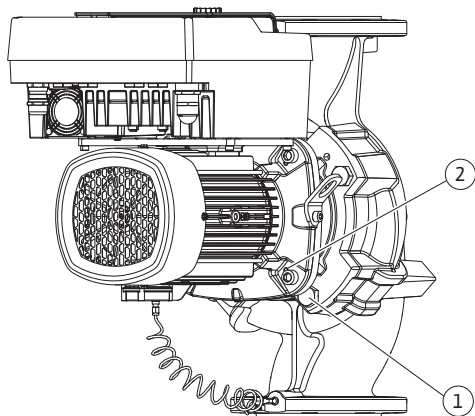

Fig. 10: Estrazione del set di innesto tramite fori filettati
5. Estrarre il set di innesto (vedi Fig. 4) dal corpo pompa. Utilizzare a tale scopo due fori filettati (vedi Fig. 10). Per allentare la sede, avvitare le viti M10 di lunghezza adeguata nei fori filettati.
5. Allentare la lamiera di sostegno del trasduttore differenza di pressione (Fig. I, pos. 13) dalla flangia motore, allentando la vite (Fig. I e Fig. III, pos. 10). Lasciar appeso il trasduttore differenza di pressione (Fig. I, pos. 8) con la lamiera di sostegno (Fig. I, pos. 13) ai tubi di misurazione della pressione (Fig. I, pos. 7). Staccare il cavo di collegamento del trasduttore differenza di pressione nel modulo elettronico.
6. Estrarre il set di innesto (vedi Fig. 4) dal corpo pompa. A tal fine, utilizzare i due fori filettati (vedi Fig. 10). Per allentare la sede, avvitare le viti M10 di lunghezza adeguata nei fori filettati.
8. Allentare le due viti trattenute sulla lamiera di protezione (Fig. I, pos. 27) e rimuovere la lamiera di protezione.
9. Introdurre nella finestra della lanterna una chiave fissa con apertura da 18, 22 o 27 mm e tenere fermo l'albero sulle superfici piane della chiave (Fig. I, pos. 16). Svitare il dado della girante (Fig. I, pos. 22). La girante (Fig. I/III, pos. 21) viene estratta automaticamente dall'albero. Utilizzare un estraattore per le giranti in ghisa.
10. Allentare le viti (Fig. II, pos. 10 b) o (Fig. III, pos. 10 a), a seconda del tipo di pompa.
11. Allentare la lanterna dal centraggio motore mediante un estraattore a due bracci (estratto universale) e staccarla dall'albero. Durante questa operazione, si stacca anche la tenuta meccanica (Fig. I, pos. 25). Evitare di inclinare la lanterna.
12. Se la tenuta meccanica è stata danneggiata, spingere l'anello contrapposto (Fig. I, pos. 26) della tenuta meccanica fuori dalla sua sede nella lanterna. Introdurre nella lanterna il nuovo anello contrapposto.